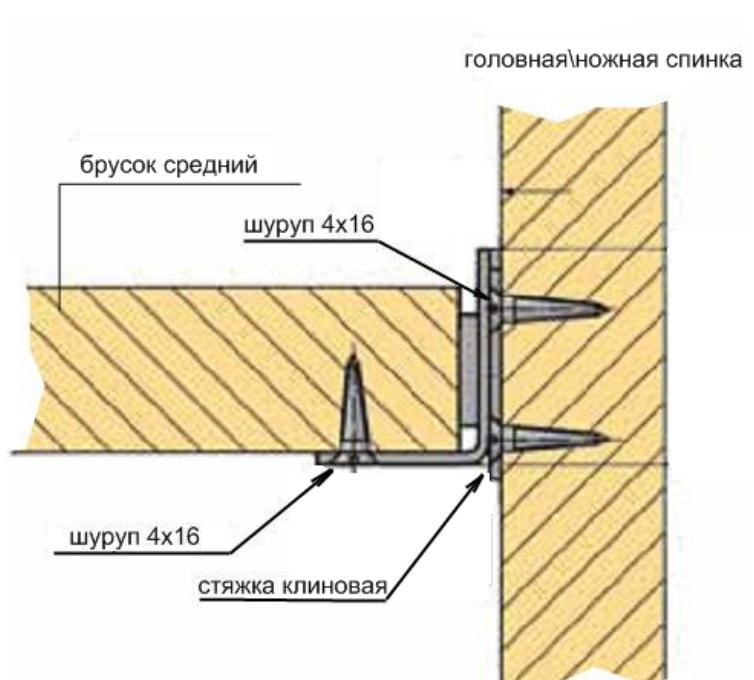

Рис. 2
5. Установить монтажные планки клиновых стяжек на головную и ножную спинки, закрепив их шурупами 4x16мм (по 4 шурупа на каждую стяжку) (см. рис.2).
6. Присоединить уголки клиновых стяжек к среднему бруску с помощью шурупов 4x16мм по выполненным наколкам (по 3 шурупа на каждый уголок) (см. рис.2).